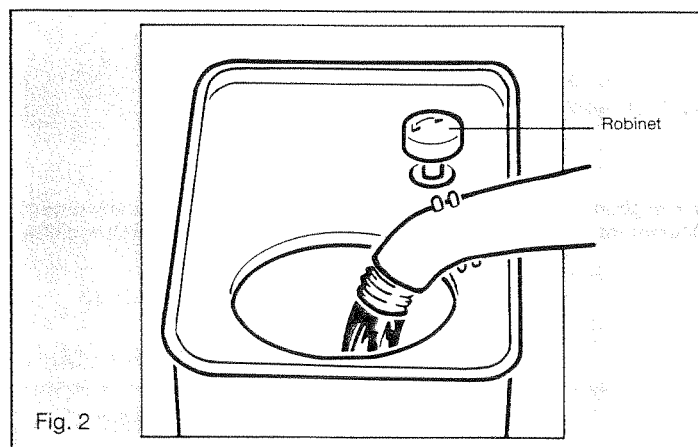

Fig. 2
Tout d'abord s'assurer que le robinet du réservoir est bien fermé (en butée dans le sens droit). Utiliser un bidon de remplissage spécial avec bec verseur (Fig. 2). Se garder de verser du mazout à côté, une mauvaise manœuvre provoquerait des odeurs désagréables et persistantes. Remplir le réservoir en versant toujours le mazout au travers du filtre qui se trouve sous le bouchon. Ouvrir le robinet de 3 ou 4 tours dans le sens ouvert (vers la gauche). Le fioul va maintenant remplir la cuve à niveau constant.
Un poêle neuf, en début de saison, doit brûler au moins 2 heures sur la position 5 ou 6 afin que les vernis se fixent et que les vapeurs et odeurs s'éliminent. Pour arrêter le poêle, mettre le bouton de réglage sur "0". Le feu s'éteint après 1 à 2 minutes. Si l'arrêt doit être tant soit peu prolongé, fermer également le robinet du réservoir (Fig. 2) en le tournant à fond dans le sens fermé.
- Ouvrir le robinet du réservoir (Fig. 2) et enlever la vis de vidange de la cuve (Fig. 6) jusqu'à l'arrivée du fioul propre.
- Le robinet (Fig. 2) du réservoir est fermé